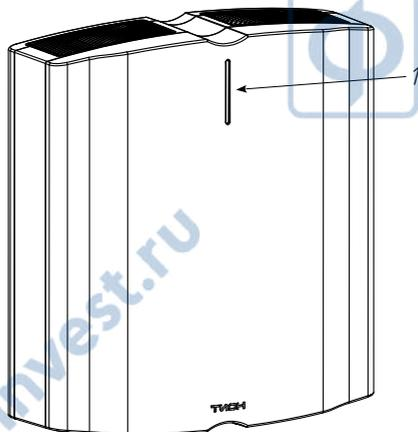

Рисунок 2.2 – Панель индикации
2.3.2.2 Управление прибором осуществляется, в зависимости от его исполнения (таблица 2.6) с помощью кнопки управления (включения) на корпусе прибора или с помощью пульта дистанционного управления (рисунок 2.1, таблица 2.6). Кнопка управления (рисунок 2.1, поз. 1) осуществляет переключение между ждущим режимом и рабочим режимом. Индикация режима работы прибора отображается на панели индикации (рисунок 2.2). Индикация прибора описана в таблице 2.12.